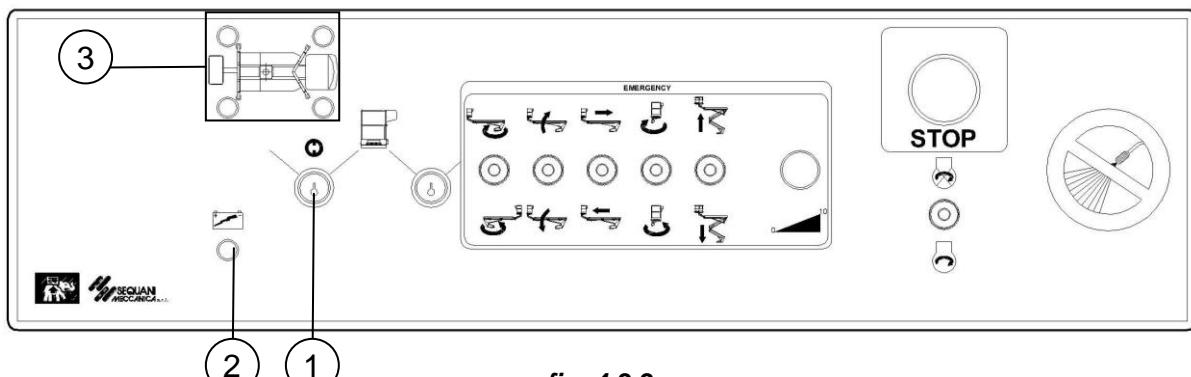

fig. 4.3.3
- infilare la chiave nel selettori (*pos. 1 fig. 4.3.3*) e ruotarlo nella posizione “Comandi stabilizzatori”
- si accende la spia “presenza tensione” (*pos. 2 fig. 4.3.3*)
- Controllare l'avvenuta accensione delle spie (*pos. 3 fig. 4.3.3*), che indica il consenso alla salita del braccio.